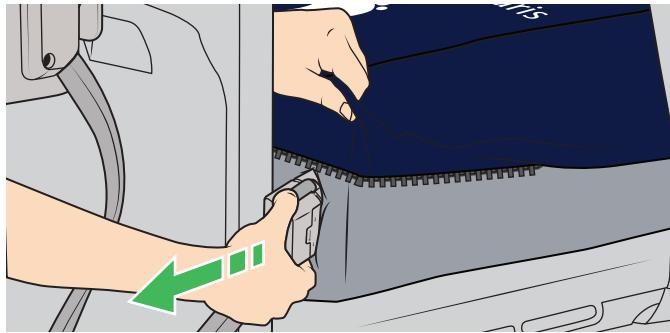

Figura 38
3. Desconecte el conector del conjunto de tubos del compresor del conector del colchón. Apriete firmemente los dos botones situados en la parte superior e inferior del conector del compresor y retírelo del conector del colchón. Consulte la Figura 38